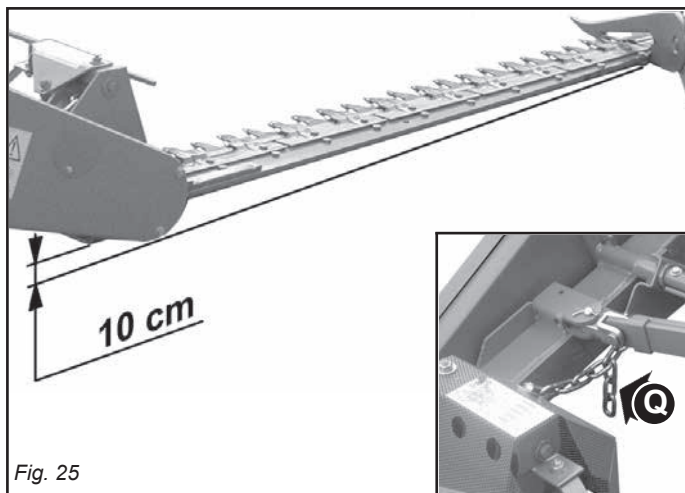

Fig. 25
- Die Balkenhöhe soll durch die Kette (Q, Abb. 25) so eingestellt sein, damit bei der Niederlassung der Maschine der innere Schuh noch um ca. 10 cm. (Abb. 25) höher steht, wenn der äussere Schuh den Boden berührt die Einstellung wird durchgeführt indem man die Kettenringe verschiebt.
Für den einwandfreien Betrieb der Mähmaschine ist die Kette (Q, Abb. 25) am Kipphebel (P, Abb. 24) zu befestigen; dabei sind die letzten Kettenglieder frei zu lassen.
- Die Mähmaschine bietet die Möglichkeit, auch mit geneigtem Balken, z. B. bei Kanälen, Gräben und Böschungen zu arbeiten, und zwar durch die Regulierung der Ketten (N, Abb. 24) und (Q, Abb. 25), und nach Entfernung des Leitblechs vom äusseren Schuh.